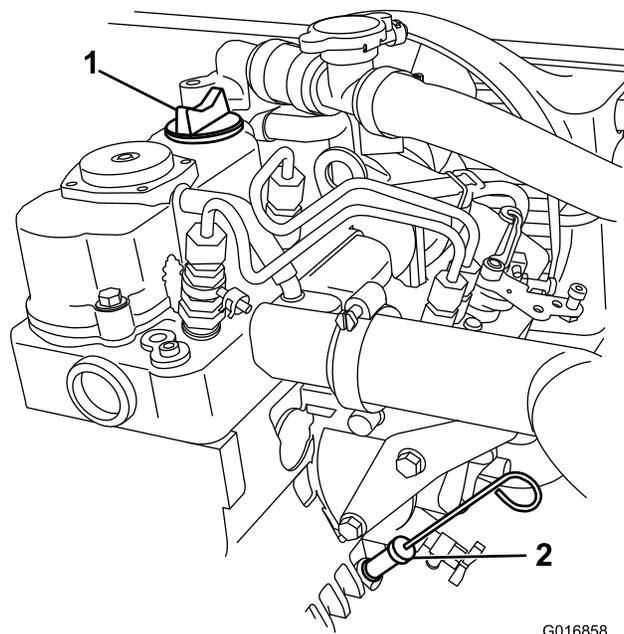

Figure 9
2. Nettoyez la surface autour de la jauge d'huile (Figure 9) pour éviter que des impuretés ne s'introduisent dans l'orifice, ce qui risquerait d'endommager le moteur.